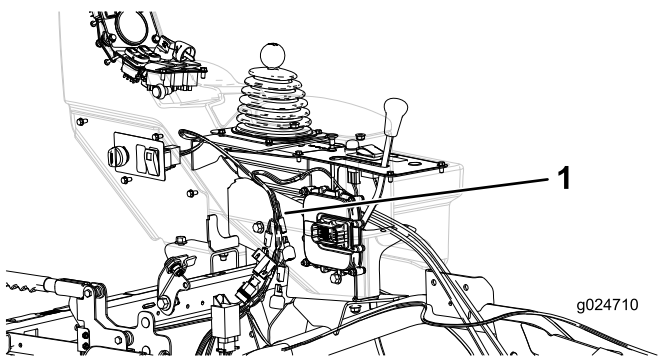

Figura 26
2. Encaminhe a cablagem para a consola lateral (Figura 26).